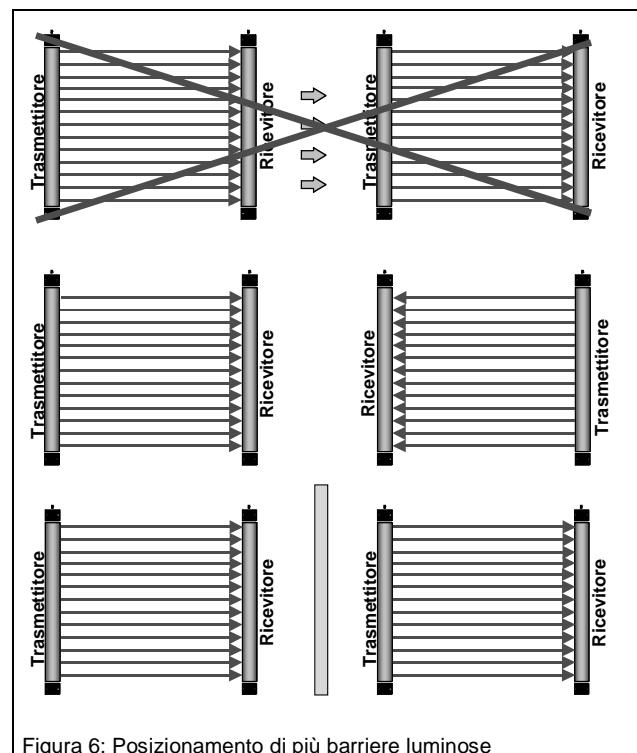

Figura 6: Posizionamento di più barriere luminose
- in caso di utilizzo di più barriere luminose una vicino all'altra, la luce di emissione non giunga al ricevitore di un altro sistema. In alcune circostanze è possibile che le barriere luminose si influenzino a vicenda; pertanto, negli ascensori dotati di porta montacarichi, le barre di trasmissione e ricezione di entrambi gli accessi devono essere posizionate in modo alternato (figura 6).
Dopo l'alimentazione della tensione, il **LED "Power"** sul dispositivo di comando deve illuminarsi subito e rimanere acceso. Sul dispositivo di comando i LED **"AlarmR"** e **"AlarmT"**, per segnalare l'auto-test in corso, lampeggiano alternativamente per ca. 10 secondi con 1 Hz (figura 6). In seguito, i due LED restano accesi per ca. 2 secondi. In questo intervallo di tempo la barriera luminosa effettua l'autocalibratura. Dopo questa operazione, i due LED **"Allarme T"** e **"Allarme R"** si spengono.